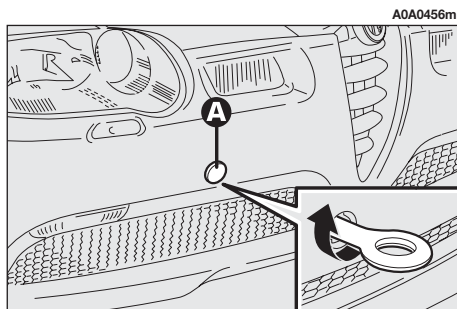

fig. 55
— Enlever le petit couvercle (A) introduit à pression sur le pare-chocs avant (fig. 55). Pour effectuer cette opération, si l'on utilise le tournevis dont la voiture est dotée et dont la lame a une pointe plate, il faut protéger la pointe par un chiffon souple, afin d'éviter d'endommager éventuellement la voiture.